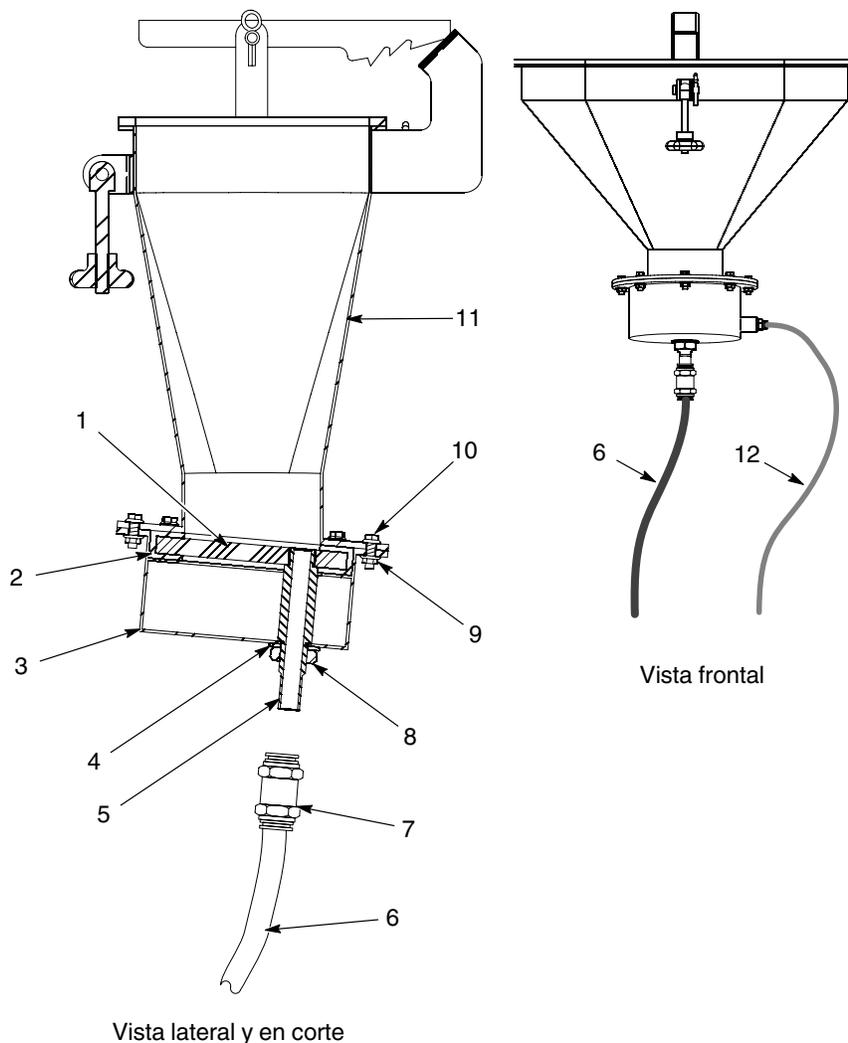

Figura 6-1 Recipiente de transferencia de ciclones
1. Ver la figura 6-1. Desconectar el tubo del aire de fluidificación (12).
2. Desconectar el tubo de polvo de 16 mm (6) de la unión de la pared divisoria (7). Desconectar la unión de la pared divisoria del tubo de descarga (5).
3. Retirar la cámara de aire (3) del recipiente de transferencia (11) extrayendo los ocho pernos (10) y tuercas (9).
4. Extraer la contratuerca (8) y la arandela obturadora (4) del tubo de descarga. Emplear dos llaves inglesas: una para las caras planas del tubo de descarga y la otra para la contratuerca.
5. Despegar y extraer la placa de fluidificación (1) con la junta obturadora (2) y el tubo de descarga de la cámara de aire. Desenroscar el tubo de descarga de la placa de fluidificación.